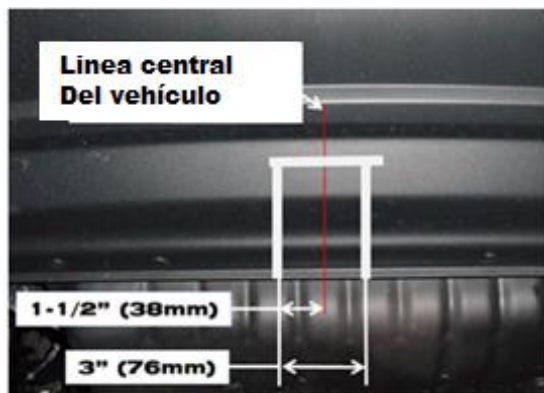
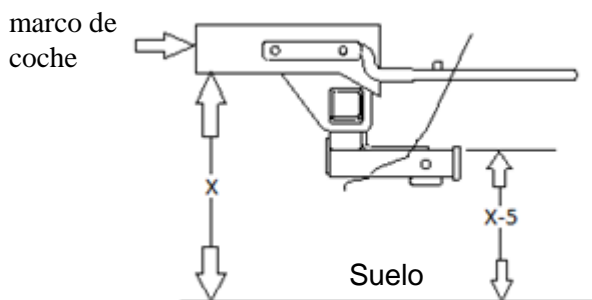

Figura 3
Figura 4
1. Si el vehículo tiene **gancho de remolque opcional** vea la Nota 1, arriba. Para el **Compass Rallye** vea la Nota 2 y Figura 2. **Consulte con el propietario del vehículo.** Para los modelos **2011 y posteriores de Jeep Patriot y Compass.** Se requiere el recorte de la placa protectora para la instalación del enganche. Obtenga la aprobación del propietario del vehículo antes de cortar. Ver **Figura 3 y Figura 4** para diagramas de recorte de la placa protectora.
** El modelo 2011 tiene un recorte vertical de la placa protectora de 2" (medido desde la base del reborde de la placa protectora). Marque la placa protectora con un marcador no permanente. Vuelva a confirmar la altura de corte de la placa protectora usando el procedimiento de la figura 4 y marque la altura desde el piso hasta la placa protectora. Recorte la más baja de las dos marcas.